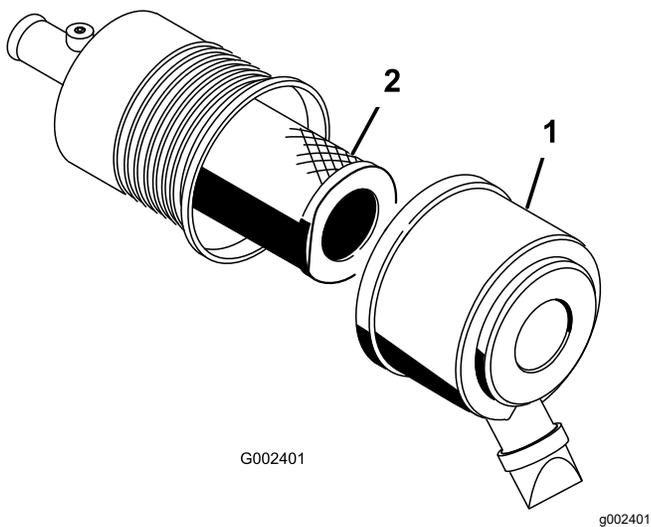

图 54
2. 松开将空气滤清器盖固定到空气滤清器壳体上的搭扣 (图 54)。
3. 从空气滤清器壳体上取下空气滤清器盖 (图 54)。
5. 拆下并更换滤清器 (图 54)。